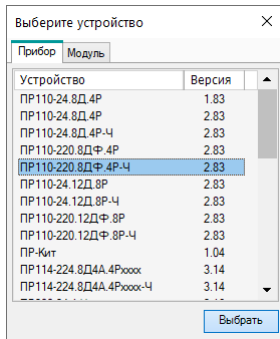

Рисунок 7.2 – Выбор модификации прибора для смены встроенного ПО
7. Запустить процесс смены встроенного нажатием кнопки **Выбрать** (см. рисунок 7.2).